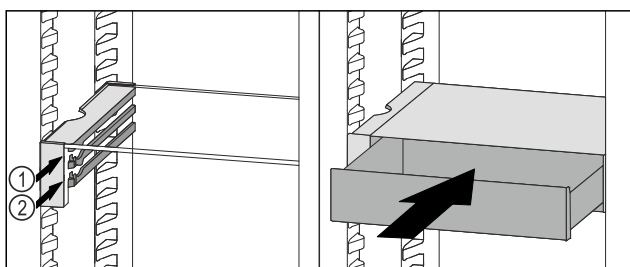

Fig. 100
- ▶ Predal VarioSafe namestite za zaustavljalnimi elementi na želeni nastavek Fig. 100 (1) ali Fig. 100 (2).